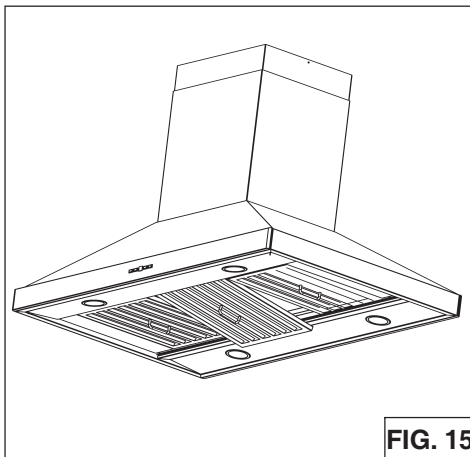

FIG. 15
1. Pour retirer le filtre à GRAISSE, (Fig.15) pousser le filtre vers l'avant pour qu'il efface le canal du filtre, puis tirez sur la poignée pour dégager le filtre de la hotte. Inclinez le filtre vers le bas et la retirer.